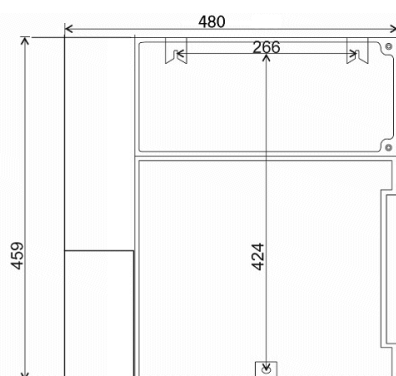

Figura 6
- 2º Efetuar os furos de fixação como indicado na figura 6.